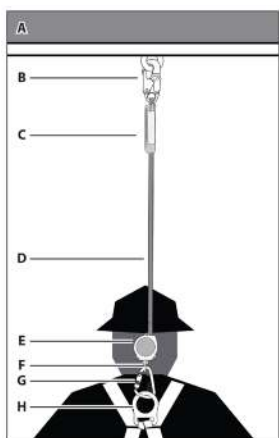

Figura 3 - Conexión de FT-X de una pata a FBH
Paso 3: Conecte el conector del extremo de la pata del SRL al anclaje o conector del anclaje. Consulte la Figura 3.